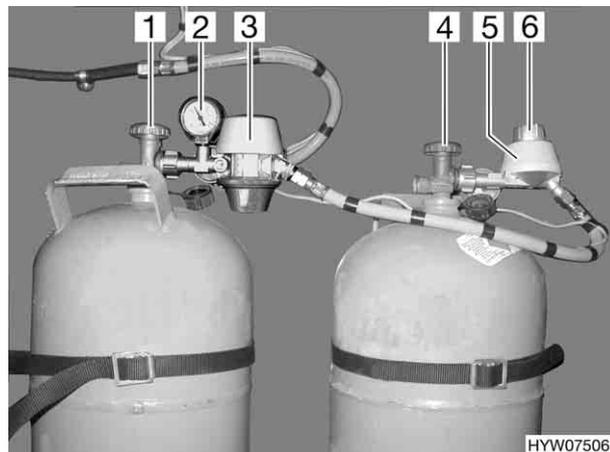
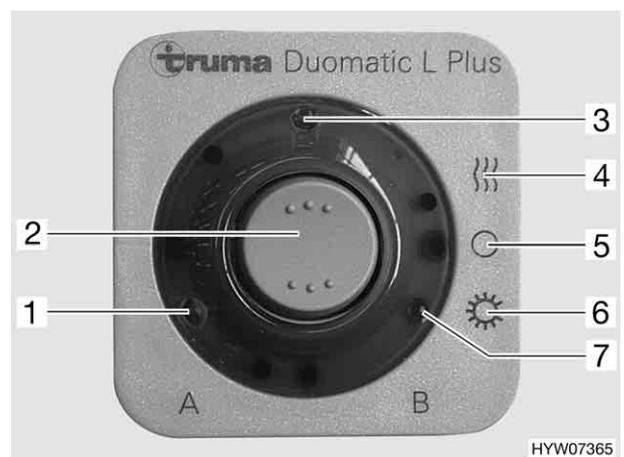

Bild 85 Duomatic-Umschaltanlage
Bild 86 Fernanzeige
Die Duomatic-Umschaltanlage besteht aus einem Zentralregler (Bild 85,3) und einem Umschaltregler (Bild 85,5). Mit dem Drehknopf (Bild 85,6) am Umschaltregler kann bestimmt werden, welche der Gasflaschen als Betriebsflasche und welche Gasflasche als Reserveflasche verwendet wird. Beide Regler sind mit einem Druckwächter und der Regler-Enteisungsanlage Eis-Ex ausgestattet. Das Manometer (Bild 85,2) am Zentralregler zeigt den Druck in der Gasflasche an, nicht den Füllstand der Gasflasche. Mit dem Manometer kann die Gasflasche auf Dichtheit geprüft werden. Das Bedienteil (Bild 86) schaltet nur die elektrischen Funktionen. Die Haupt-Absperrventile der Gasflaschen (Bild 85,1 und 4) müssen von Hand geöffnet werden.
- Die Haupt-Absperrventile an den Gasflaschen (Bild 85,1 und 4) öffnen.
- Mit dem Drehknopf (Bild 85,6) am Umschaltregler (Bild 85,5) die Gasflasche wählen, der vorrangig das Gas entnommen werden soll (Betriebsflasche). Den Drehknopf immer bis zum Anschlag drehen.
Wenn der Drehknopf im roten Bereich steht, wird das Gas vorrangig der Gasflasche mit dem Zentralregler (Bild 85,3) entnommen.
Wenn der Drehknopf im grünen Bereich steht, wird das Gas vorrangig der Gasflasche mit dem Umschaltregler (Bild 85,5) entnommen.
- An der Fernanzeige (Bild 86) die Betriebsart wählen und die Duomatic-Umschaltanlage einschalten. Beide Gasdruckregler sind jetzt entlüftet.
Mit der Fernanzeige (Bild 86) wird die Betriebsart gewählt. Außerdem signalisiert die Fernanzeige im Fahrzeuginneren, welche Gasflasche leer ist.
Die Betriebsart mit dem Wippschalter (Bild 86,2) einstellen. Bei Betrieb leuchtet die Betriebsanzeige (Bild 86,3).
- Winterbetrieb "Ein und Heizen" (Bild 86,4)
- Aus (Bild 86,5)
- Sommerbetrieb "Ein" (Bild 86,6)
- Kontroll-Leuchte "A" (Bild 86,1): Gasflasche am Zentralregler
- Kontroll-Leuchte "B" (Bild 86,7): Gasflasche am Umschaltregler